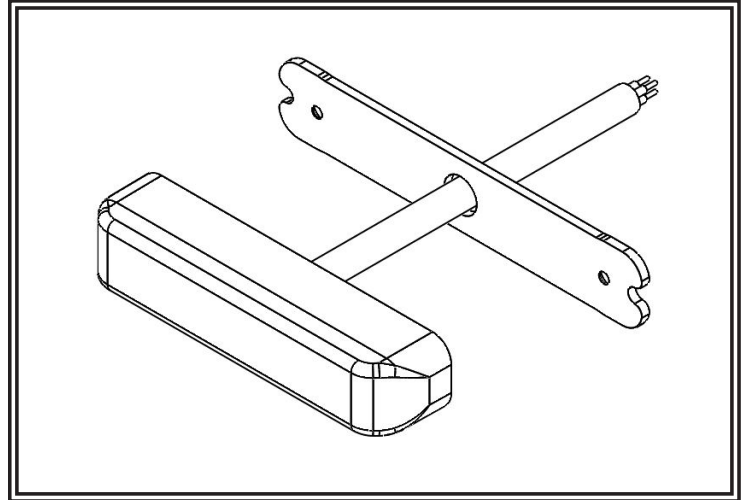

Figure 1
Étape 1 Faites passer le câble de la tête d'éclairage dans le trou central du support de plaque arrière. Les trous fraisés doivent être orientés à l'écart de la tête d'éclairage. Fixez le support de plaque arrière à la tête d'éclairage à l'aide des deux vis à tête plate M 2,5 x 10 mm (non illustrées). Voir la Figure 1.